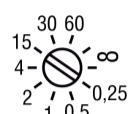

Рисунок 2 – Переключатель
**Кнопка** (1) предназначена для перезапуска прибора от АКБ при отсутствии напряжения питающей сети. Уровень заряда АКБ должен быть не менее 50 %.
**Поворотный переключатель** (см. рисунок 2) задает уставку таймера, по которой отключается питание нагрузки от АКБ при отсутствии напряжения питающей сети. Уставка задается в минутах или до срабатывания защиты от переразряда АКБ (знак ∞).
**Индикатор** (2) показывает состояние таймера: